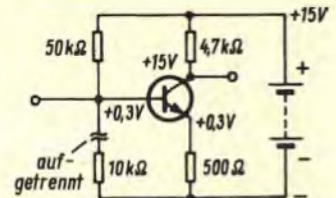

Bild 17. Spannungen an den Elektroden bei kurzgeschlossenener Basis-Emitter-Strecke
2. Am Kollektor wird der Spannungswert der Batterie gemessen, am Emitter etwa 0 V (Bild 17).